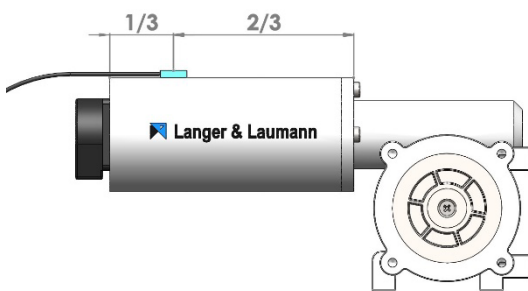
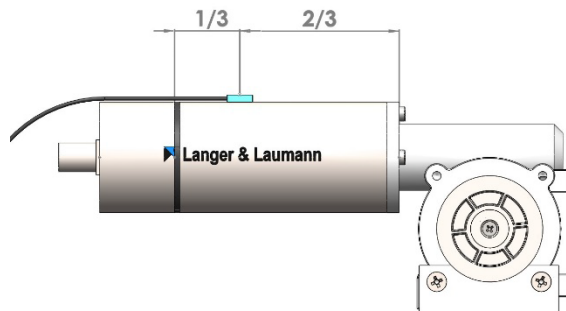

Fig. 2: Position du moteur
Fig. 3: Position du moteur
2. Nettoyez l'emplacement sur le moteur TSG sur lequel le capteur de température est collé (voir Fig. 2: Position du moteur ou Fig. 3: Position du moteur / page 5).